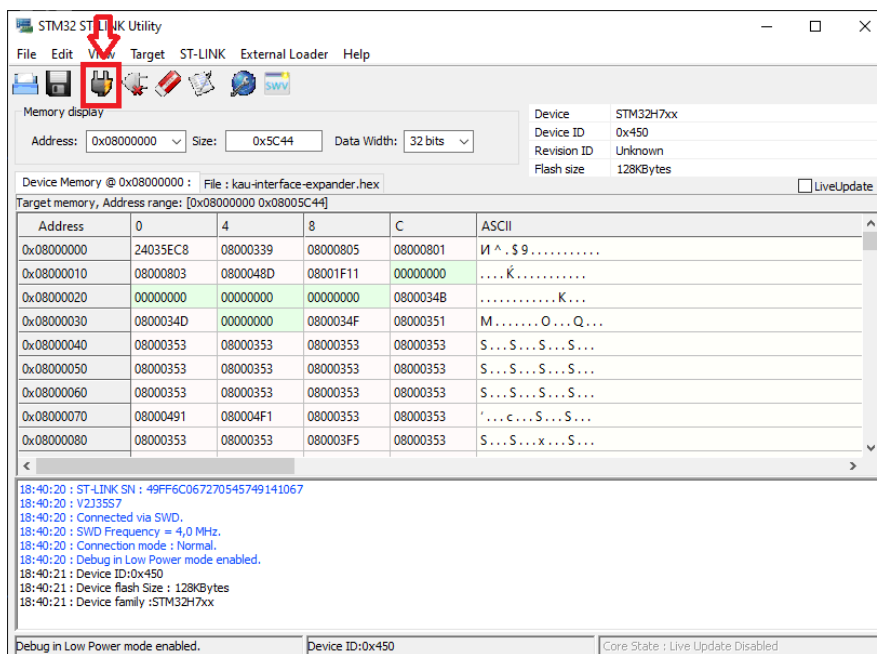

Рисунок 3 – соединение программатора с утилитой ST-LINK utility.
2. Установить соединение с программатором. Нажать на кнопку connect (красная стрелка). После нажатия появится содержимое МК в таблице (рис.3).